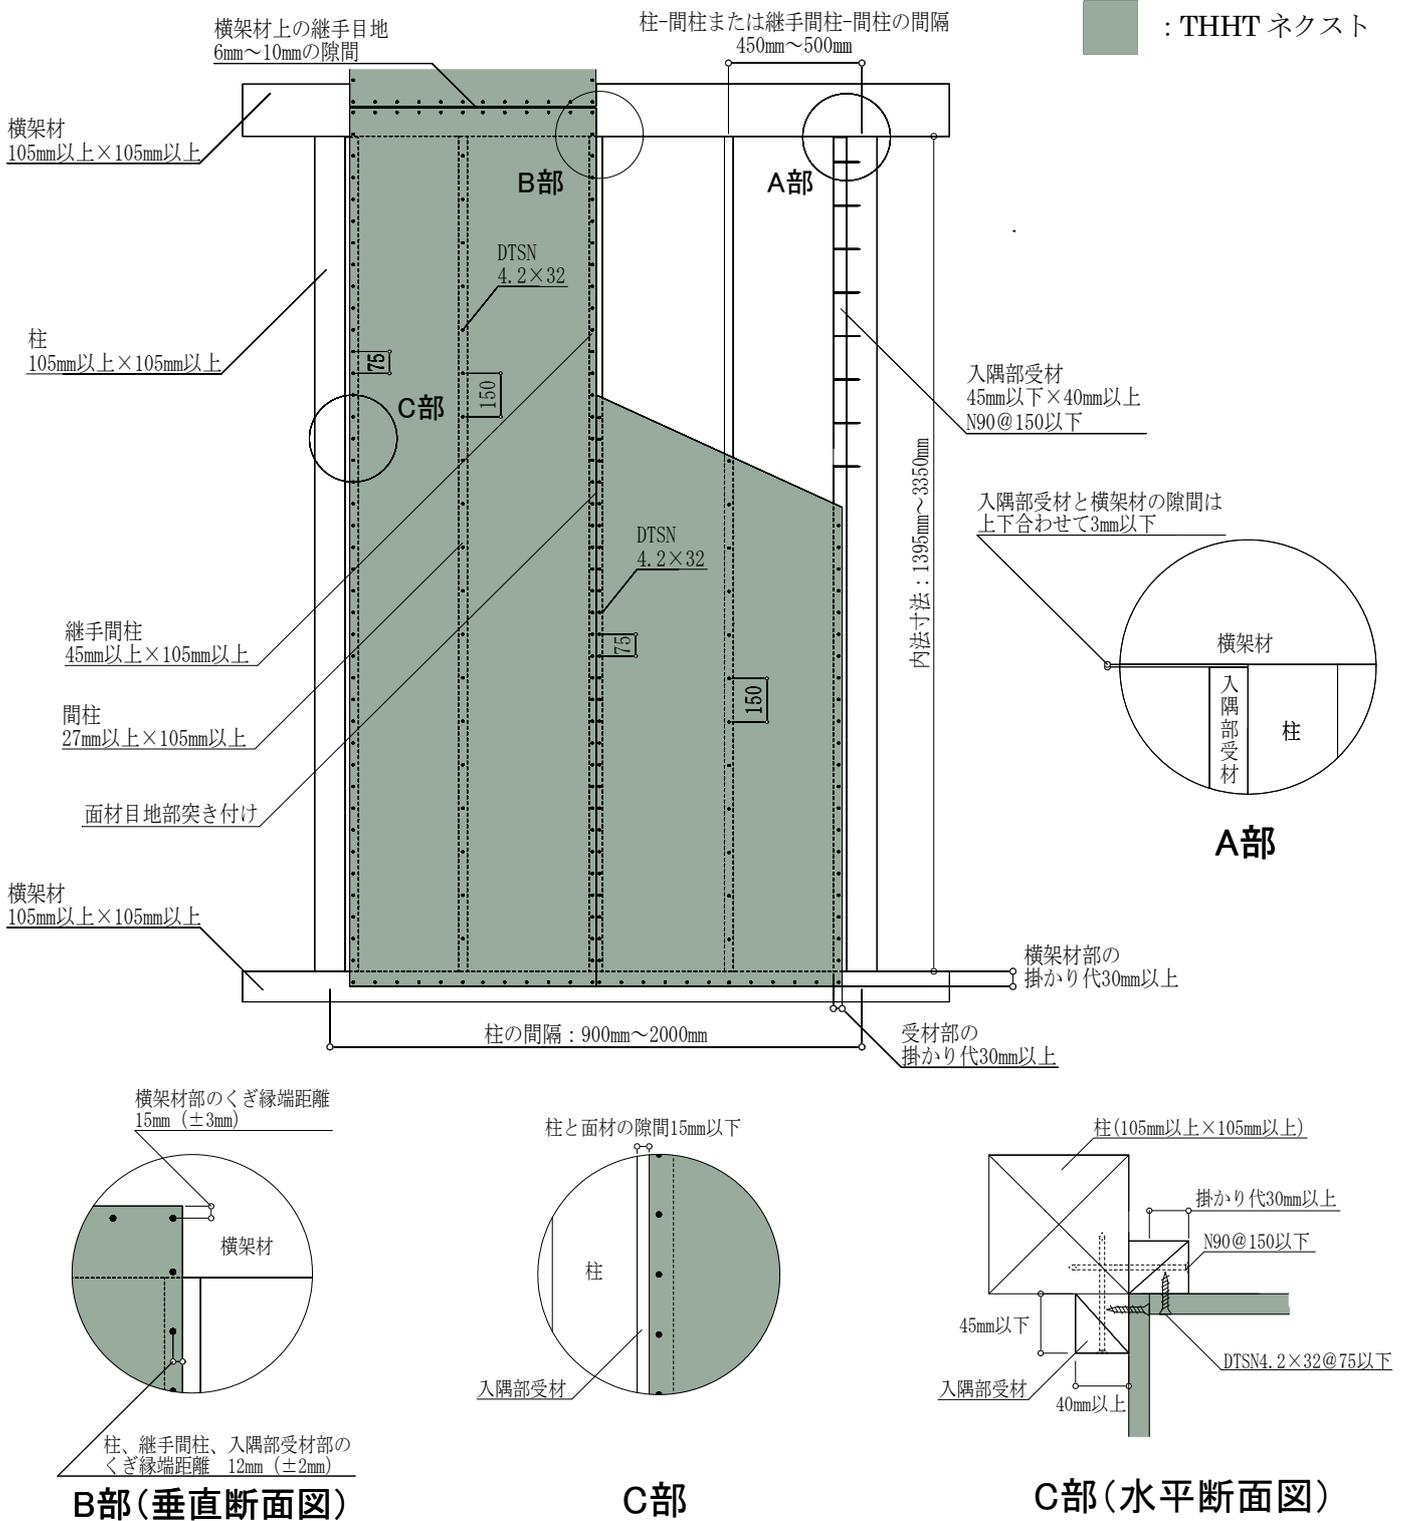

図 11 入隅仕様 (FRM-0771 : 2.6 倍) 施工概略図 (2P の場合)
施工においては、図 11 および注意事項に記載の内容を遵守してください。
- THHT ネクストは、原則 1 枚張りとします。縦継ぎ張りについては、P30 「⑦縦継ぎ張りについて」をご確認ください。
- 図 11 は 2P の施工例となっておりますが、1P の場合も耐力壁とできます。